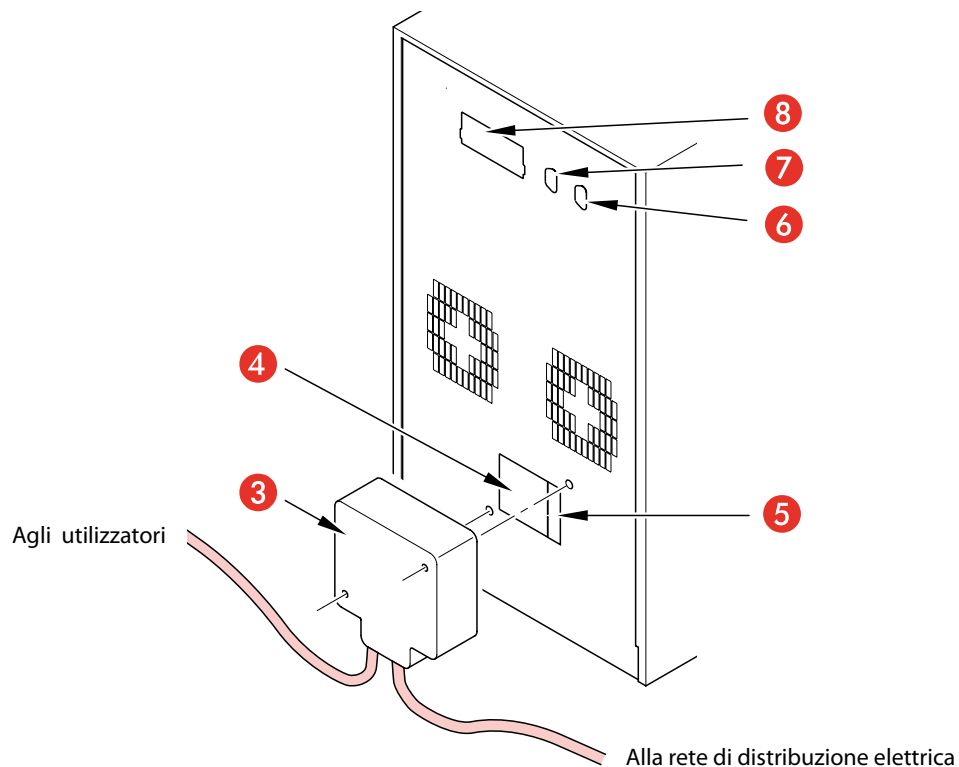

Fig. 3.
4. Collegare il connettore di Ingresso-Uscita alla spina [4] presente sul retro dell'UPS, fissandolo al telaio con le apposite viti (vedi fig. 3).
5. Fissare il coperchio in plastica al telaio con le apposite viti (vedi fig. 3).